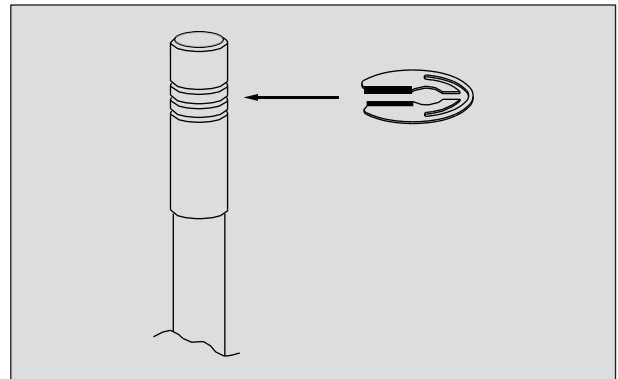

Fig.4.26
- No cambie la posición del pin de la aguja (2da posición desde arriba) (Fig. 4.26) ni el tamaño de los boquereles, ya que esto afecta considerablemente el desempeño del motor, puede aumentar la temperatura, generar desgastes prematuros en el motor y aumentar el consumo de combustible.